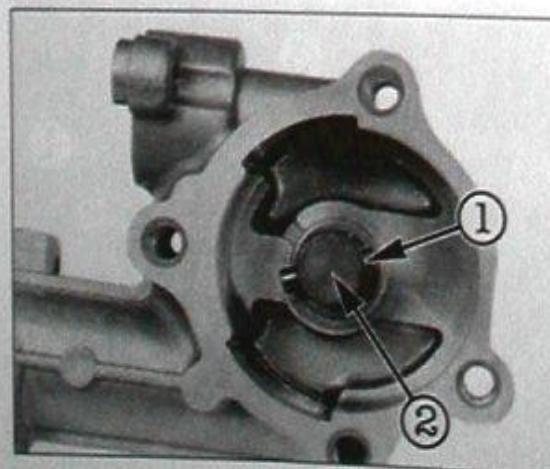

Bild 243
- Mitnehmerstift entfernen und Welle herausziehen (Bild 243). Auf Verbleib der Unterlegscheibe achten.